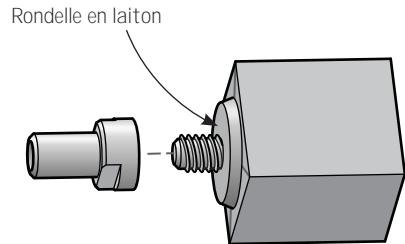
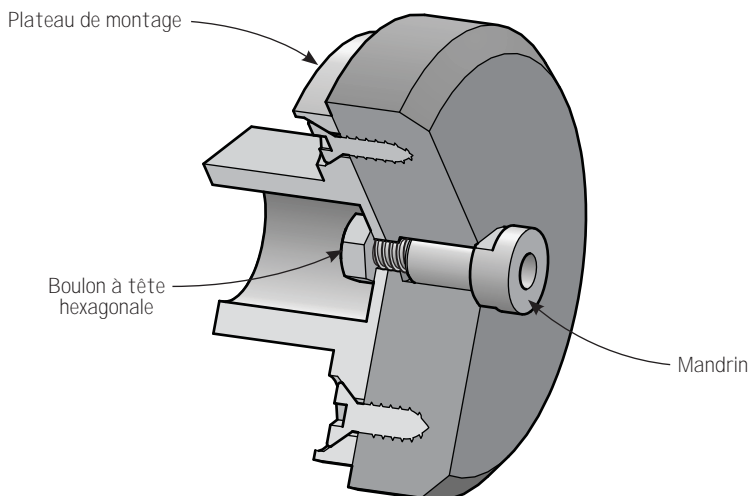

Figure 4 : Mise en place de la rondelle de laiton – noter l'orientation
Figure 5 : Mise en place du plateau de montage
8. Placer la rondelle de laiton sur la partie émergente du boulon-vis, comme illustré à la **figure 4**.
- Mandrin à 3 ou 4 mors – Visser le mandrin sur la partie fileté du boulon-vis, comme l'illustre la **figure 4**. Ensermer fermement la queue du mandrin dans le mandrin du tour.
- Mandrin à pince – Visser le mandrin comme l'illustre la **figure 4**. Ensermer la queue du mandrin à l'aide d'une pince de 3/8 po.
- Plateau de montage – Installer le mandrin du pommeau sur la partie émergente du boulon-vis. Voir la **figure 4**. Visser solidement un morceau de bois dur au plateau. Utiliser trois vis n° 14 ou n° 12 d’une longueur de 3/4 po – de préférence en laiton –, ou tout autre moyen adapté au modèle de plateau de montage utilisé. Pour plus de sécurité, tourner le diamètre extérieur de la pièce de bois, puis aplanir la surface à une épaisseur de 3/4 po pour qu’elle soit parallèle au plateau de montage. Faire très attention de ne pas toucher les vis de montage. Avec un mandrin porte-foret fixé dans la poupée mobile, percer un avant-trou de 3/8 po de diamètre et d’une profondeur de 9/16 po à 5/8 po au centre de la pièce de bois. Au centre de l’avant-trou, percer un trou débouchant de 1/4 po de diamètre. Au besoin, agrandir le trou du plateau de montage si son diamètre est inférieur à 1/4 po. Arrêter le tour et retirer le plateau de montage. Insérer le mandrin du pommeau dans le trou de 3/8 po de diamètre de la pièce de bois et, du côté opposé du plateau de montage, visser le boulon à tête hexagonale en ajoutant des rondelles au besoin. Voir la **figure 5**.